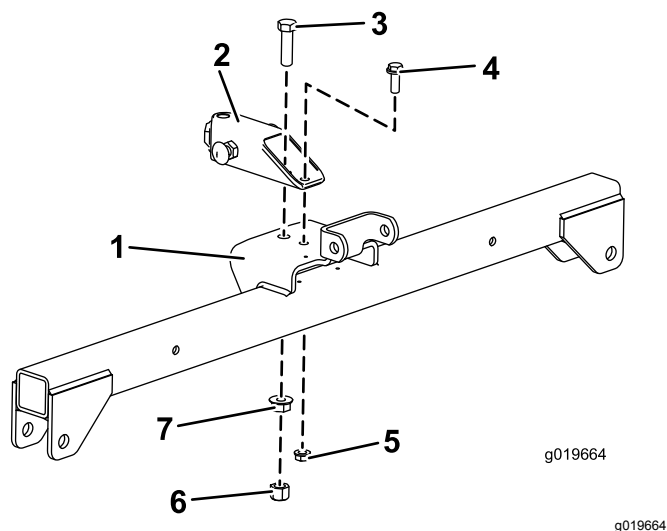

Bild 4
2. Befestigen Sie das Anhängerkupplungsrohr lose mit einer Schraube ($\frac{1}{2}$ " x $1\frac{3}{4}$ "), einer Bundmutter ($\frac{1}{2}$ ") und einer Sechskantmutter ($\frac{1}{2}$ ") im vorderen Loch im Hängeprofil (Bild 4).